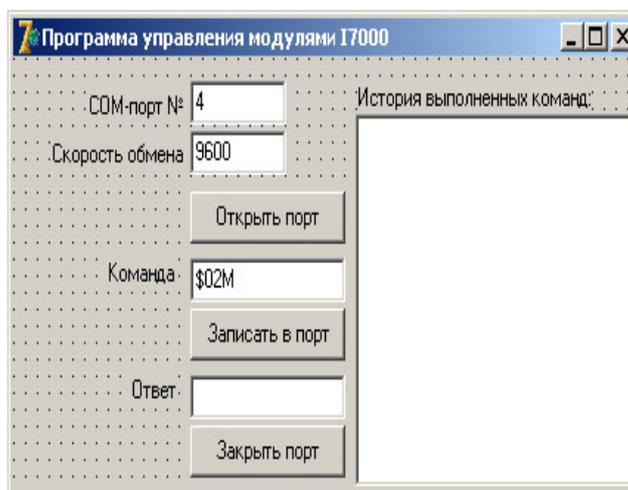

Рис. 46. Экранная форма приложения
2. Измените внешний вид экранной формы приложения (Form1), описанной в модуле «Unit1.pas», так, как показано на рис. 46. Присвойте новые названия компонентам, располагающимся на форме: «COM-порт №» - comboVoxNumPort;